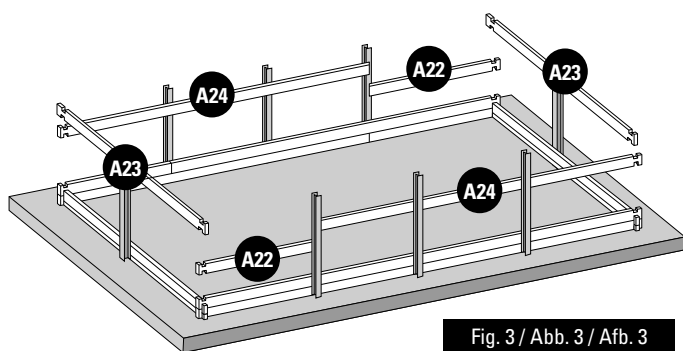

Fig. 3 / Abb. 3 / Afb. 3
- EN 3rd LAYER OF BOARDS:** Install the third layer of boards as shown in figure 3. The position of the refilling fitting with the key and the skimmer should be defined at the start of the assembly (read the specific paragraphs).
- FR 3^{ÈME} RANGÉE MADRIERS :** Positionnez les madriers de la 3^{ème} rangée conformément à la figure 3. Vous devez avoir déterminé l'emplacement de la buse de refoulement et du skimmer dès le début du montage (voir paragraphes spécifiques).
- DE 3. BRETTERREIHE:** Platzieren Sie die Bretter der dritten Reihe laut Abb. 3. Zu Beginn der Montage müssen Sie die Lage des Druckventils und des Skimmers festlegen (lesen Sie hierzu die entsprechenden Abschnitte).
- NL 3ª RIJ PLANKEN:** Plaats de planken van de derde rij zoals te zien is op afbeelding 3. U moet al bij aanvang van de montage bepalen op welke plaats het uitstroombondstuk en de skimmer moet komen (less de betreffende paragrafen).